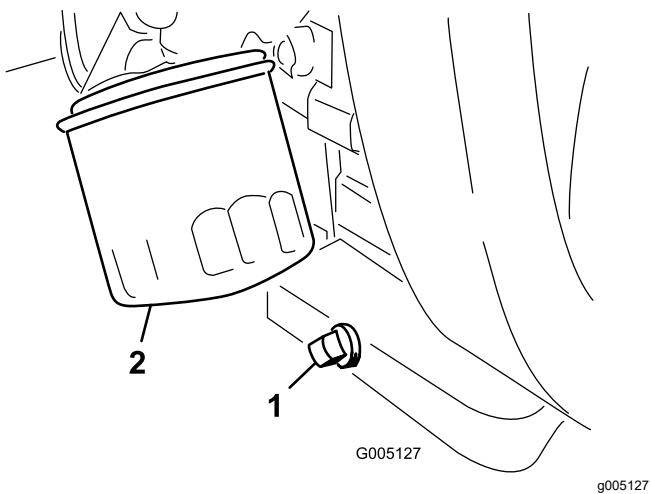

Figura 33
1. Retire el tapón de vaciado (Figura 33) y deje fluir el aceite a un recipiente apropiado.
- 2. Limpie las roscas del tapón de vaciado, aplique sellador de PTFE, e instale el tapón de vaciado (Figura 33).
- 3. Retire el filtro de aceite (Figura 33).